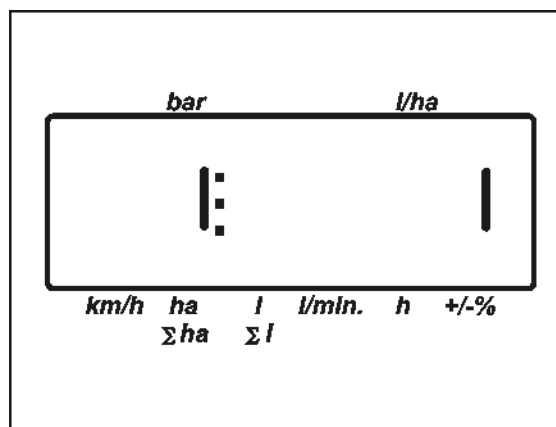
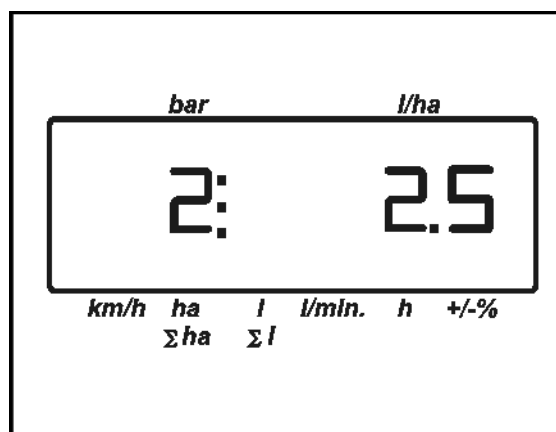

Рис. 6
Рис. 7
- Индикация **1**: Тип арматуры 0, 1 или 2 (Рис. 6).
- o 1 – арматура без функции поддержания постоянного давления (TG)
- Индикация **2**: Константа регулирования давления (Рис. 7).